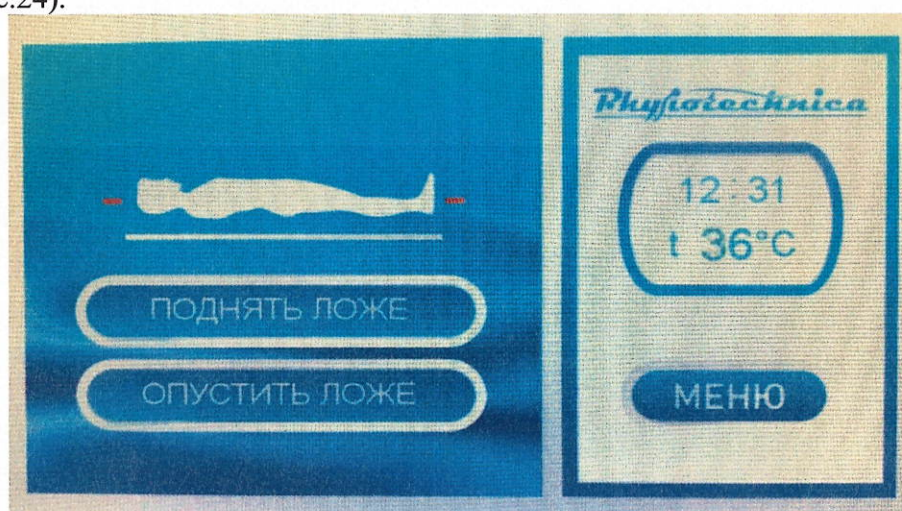
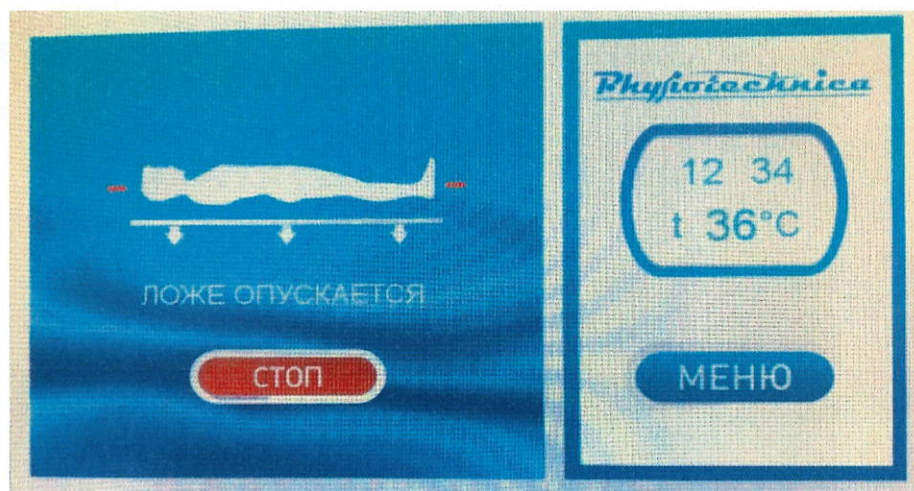

Рис. 23. Меню «Управление ложем»
Рис. 24. Опускание ложа
9.2. Кнопка «Управление ложем» позволяет опускать/поднимать ложе. (Рис.23). По умолчанию ложе находится в верхнем положении. Чтобы его опустить – нажмите кнопку «Опустить ложе». Ложе начнет опускаться, а на дисплее отобразится соответствующая надпись. (Рис.24).